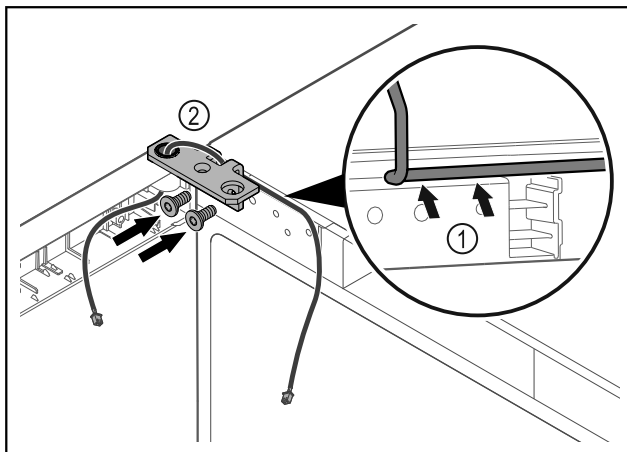

Fig. 38
- Kabel speljite skozi izrez tečaja kotnika in ga previdno zložite Fig. 38 (1).
- Privijte kotnik tečajev vrat Fig. 38 (2).